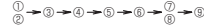

Fig. 4-1
- Pred spustením prevádzky zariadenia je nutné sňať VRCHNÝ KRYT a PREDNÝ KRYT a odstrániť fixačné prvky kompresora. (Fig. 4-1)